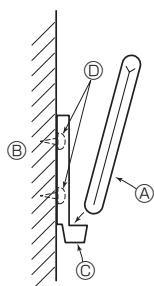

Fig. 7-5
7.3.1. Ασύρματο τηλεχειριστήριο (Fig. 7-5)